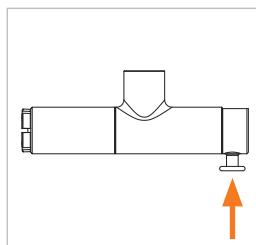

Abbildung 9
- ▶ Drücken Sie den Ventilknopf (Pos. 4) (*Abbildung 9*). Die Spannzangen öffnen sich.